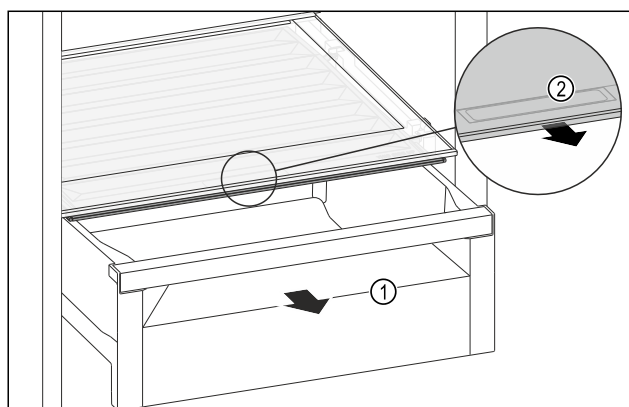

Fig. 108
- Retirer le tiroir Fig. 108 (1).
- Saisir la poignée encastrée Fig. 108 (2) du couvercle du compartiment et tirer le couvercle du compartiment par l'avant.